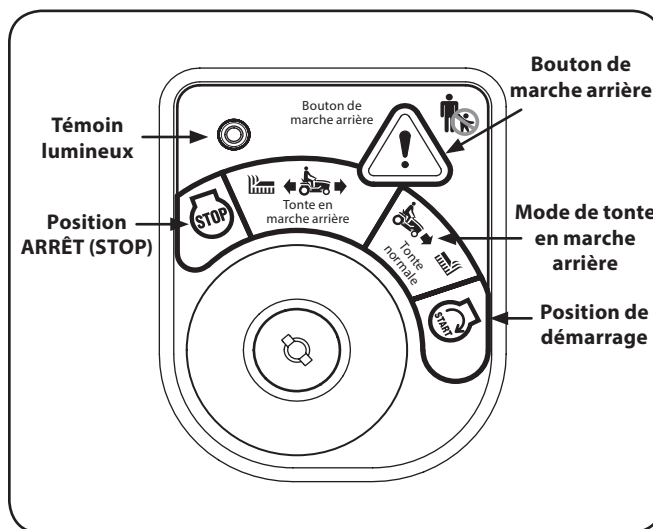

Figure 5-2
2. Tournez la clé de la position de tonte normale (en vert) à la position de tonte en marche arrière (en jaune). Voir Figure 5-2.
3. Appuyez sur le bouton de marche arrière (bouton triangulaire orange) situé dans le coin supérieur droit du module de commutateur d'allumage. Le témoin lumineux rouge dans le coin supérieur gauche du module s'allume lorsque le bouton de marche arrière est activé. Voir Figure 5-2.